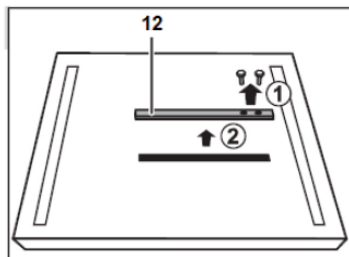
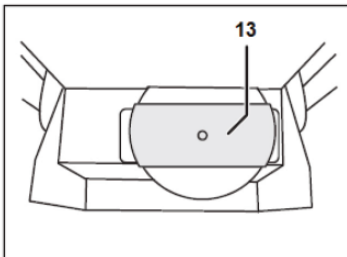

Рис. 2
Рис. 3
1. Удалите вставку стола 12 (рис. 2).
2. Снимите нижний защитный кожух диска 13 (рис. 3) открутив два винта его крепления.
5. Установите на место вставку 12 (рис. 2) и нижний защитный кожух 13 (рис. 3).